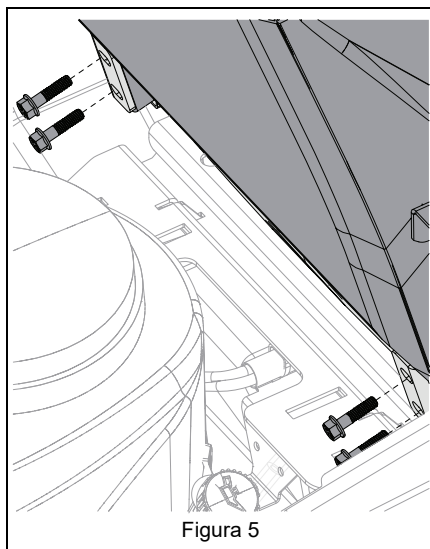

Figura 5
3. Asegure el respaldo a la base del asiento con ayuda de los cuatro pernos hexagonales del paquete de la documentación. Consulte Figura 5.